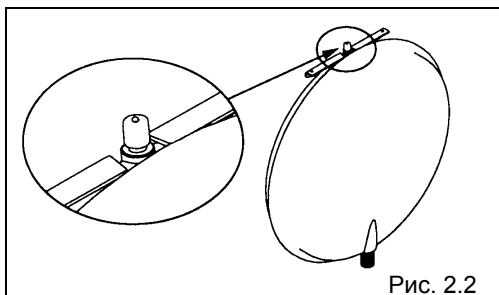

Рис. 2.2
– расширительный бак находится под давлением 1 бар. Снимите защитный колпачок с клапана контроля и зарядки, который находится в верхней части бака (Рис. 2.2); с помощью манометра проверьте давление зарядки и при необходимости увеличьте давление компрессором.